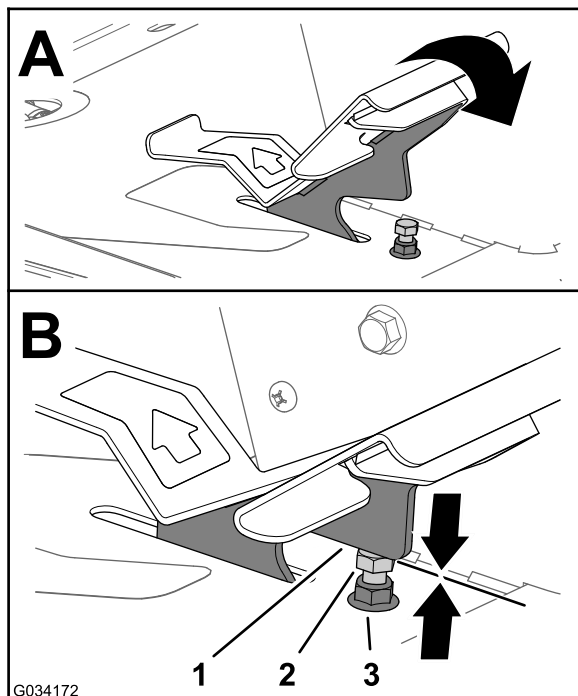
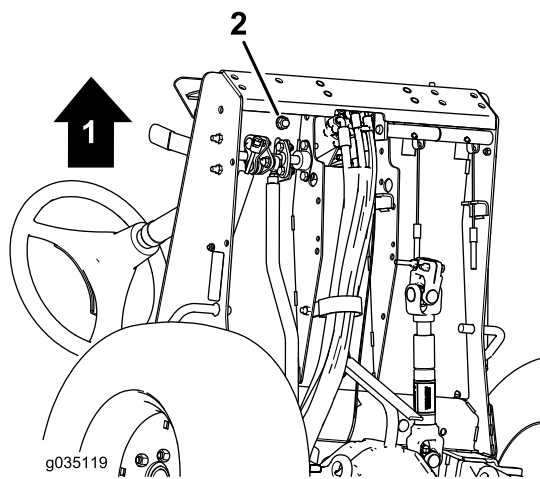

図 75
図 76
1. 走行ペダルを前進一杯に押し込む 図 75。
- A. レンチでペダルストップを押さえる 図 75。
- B. フットレストプレートの底部についているジャムナットをゆるめる 図 76。
- C. 走行ペダルを前進一杯にする 図 75。
- D. ペダルストップを押さえておいて、フットレストプレートの上側にあるジャムナット 図 75 を調整して走行ペダルをストップに接触させる。
- F. ペダルストップを押さえた状態でフットレストプレート底部のジャムナット 図 75 と 図 76 を $37-45 \text{ N}\cdot\text{m}$ $3.7-4.6 \text{ kg}\cdot\text{m}$ = $27-33 \text{ ft}\cdot\text{lb}$ にトルク締めする。